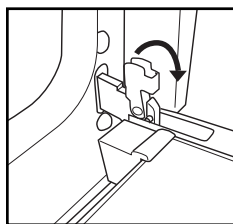

Fig. 1
2. Levante os dois trincos e empurre-os o mais possível para a frente (fig. 1).